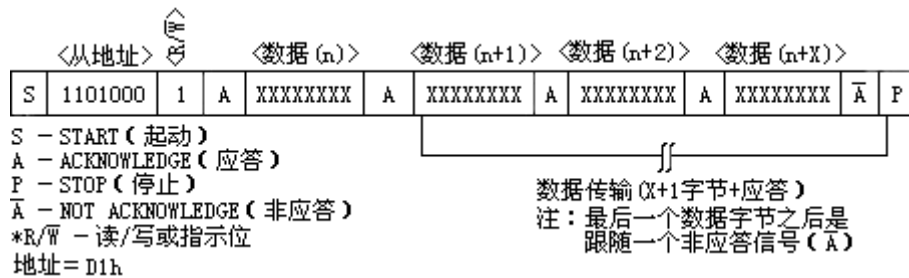

图7 数据读—从器件发送模式
2、从发送器模式 (读 DS1307 模式) 对第一个字节的接收和处理, 同从接收器模式一样。然而在这种模式中, 指示位将指示传输地址是无效的。当 SCL 上有串行时钟输入时, 串行数据通过 DS1307 在 SDA 上传输, START (起动) 条件和 STOP (停止) 条件用于识别串行传输的始末端 (见图 7)。在由主器件产生的 START (起动) 条件后, DS1307 接收到的第一个字节为器件地址, 包含一个 7 位的 DS1307 地址: 1101000, 跟随在指示位 (R/~W) 之后 (此时为读操作, 该位为 1)。在接收并译出地址信息后, DS1307 将在 SDA 线上输入一个应答。然后, DS1307 将开始传送以寄存器指针所指定的寄存器地址为起始的数据。如果在读模式初始化前没有写入寄存器指针, 则读出的第一个地址是存储在寄存器指针中的最后一个。当要终止读操作时, DS1307 必须接收一个“不应答”。